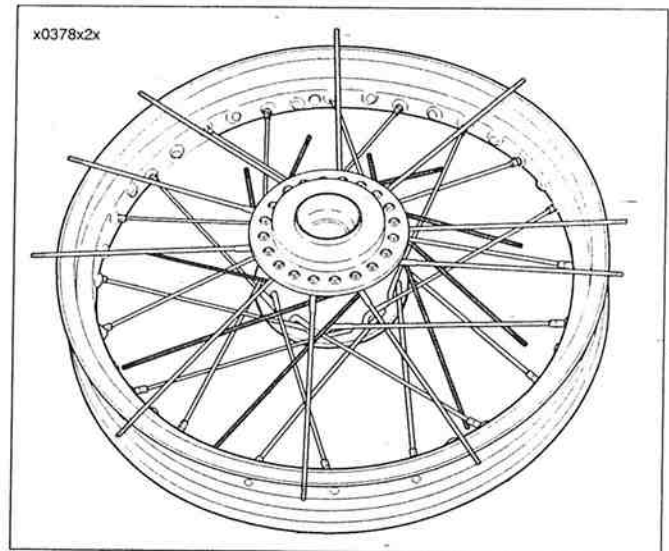

Figura 2-38. Ajuste de los rayos interiores del reborde superior
15. Vea la Figura 2-38. Apunte todos los rayos interiores del reborde superior (cabeza larga) hacia la derecha, uno a la vez, dejando que los rayos exteriores (cabeza corta) descansen sobre el aro.